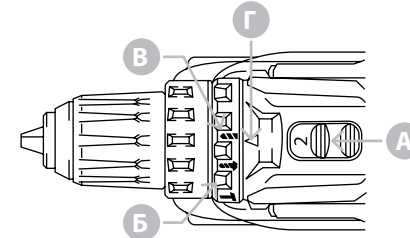

Рисунок 2.3.7. Работа в режиме сверления
① Переведите переключатель скорости «А» (рисунок 2.3.7.) на отметку 2.
② Отрегулируйте кольцо выбора режима «В» (рисунок 2.3.7.) на отметку «сверление».
② Установите переключатель «В» (рисунок 2.3.7.) на символ «ударное сверление».